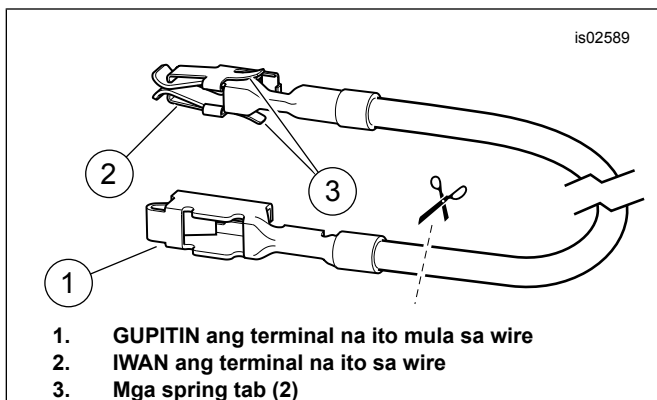

Figure 8. Fuse Block Adapter Wire (Dyna at Softail)
3. Tingnan ang Figure 22 . Kunin ang kahel/puting fuse block adapter wire (9) mula sa kit. Tandaan ang terminal sa bawat dulo (tingnan ang Figure 8). Ang terminal lang na may mga spring tab ang magkakasya sa fuse block na ito. Dahan-dahang putulin ang hindi naggamit na terminal mula sa wire at itapon ito.